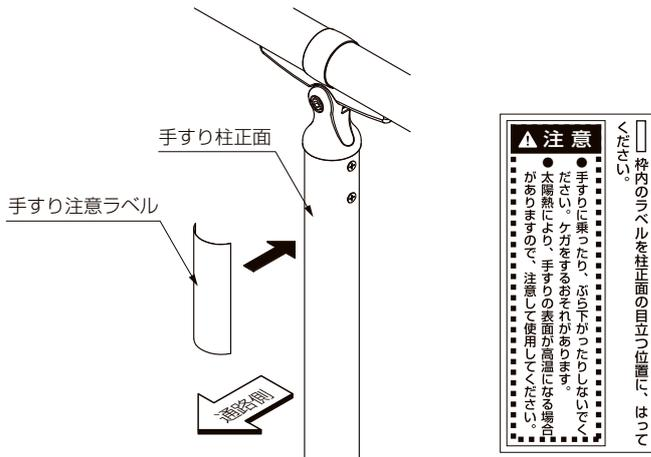

図7-9 図7-10手すり注意ラベル
- 手すり端部キャップセットφ38、手すり端部Rキャップセットφ38と同梱している手すり注意ラベルを、柱正面の目立つ位置に張付けてください。(図7-9参照)